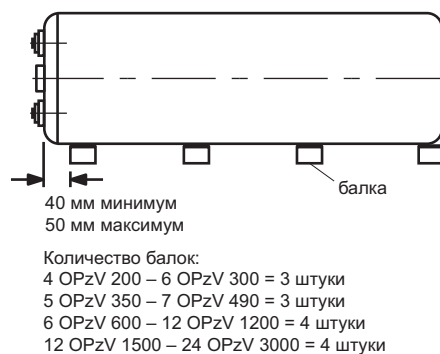

Рис. 1
2.5 При горизонтальной установке блоков/элементов, пожалуйста, убедитесь, что крышка корпуса не опирается на балку (см. рис.1) и отсутствует какое-либо давление на крышку (например, вследствие того, что блок/элемент опирается на выступающую крышку).
3.3 При горизонтальной установке блоков/элементов пожалуйста, убедитесь, что выступающая крышка корпуса не опирается на балку (см. рис.1).